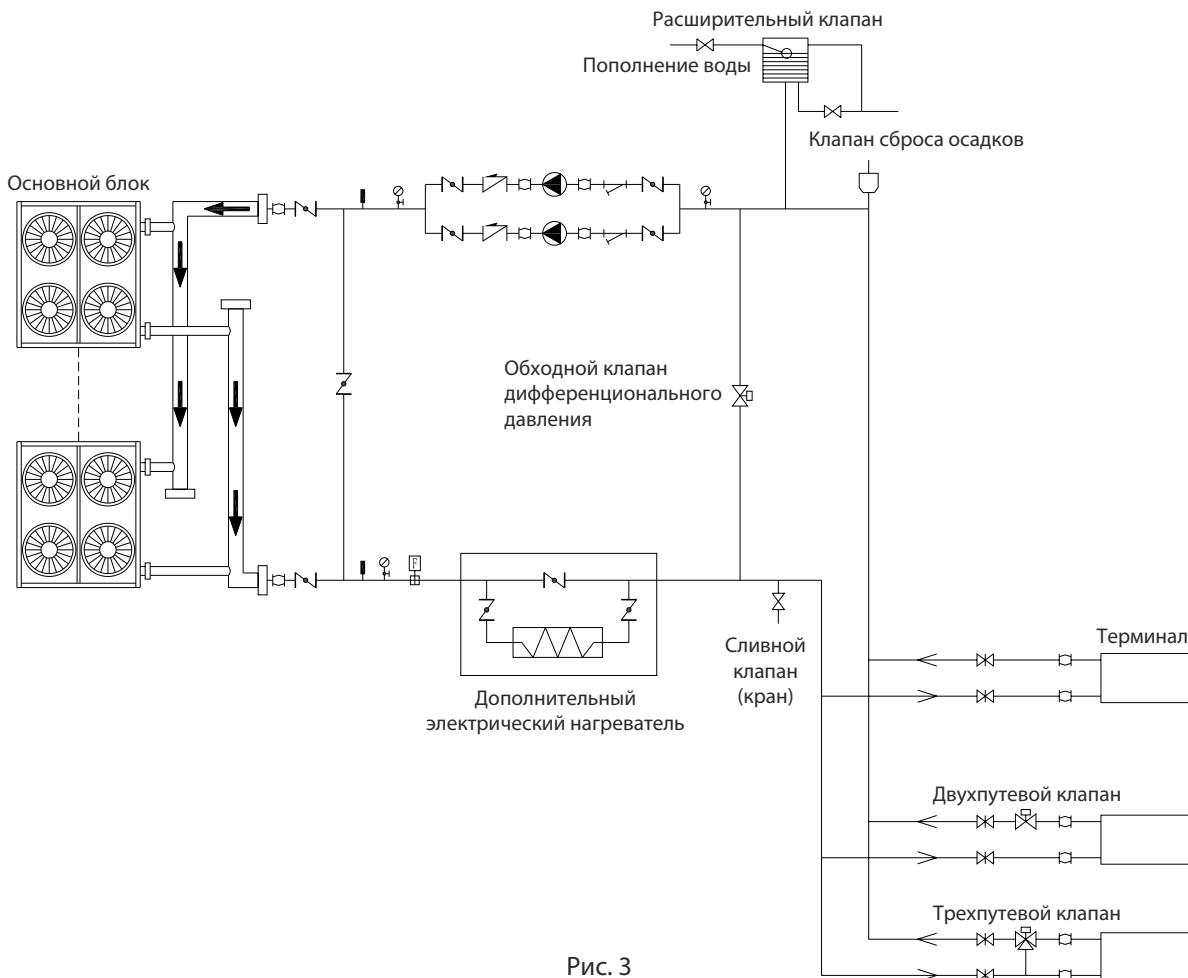

Рис. 3
- х. Обводные (байпас) трубы и клапаны, как показано на рис.1, рис. 2 и рис. 3 должны быть установлены для теплообменника, чтобы облегчить очистку внешней системы водяного прохода до регулировки блока. Во время технического обслуживания, водопровод теплообменника может быть отрезан, не нарушая работу других теплообменников.